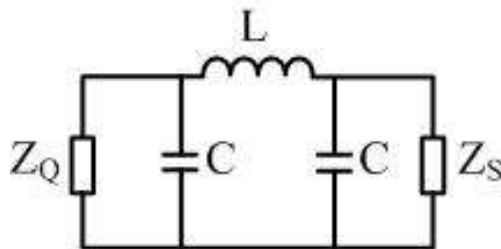

Рис. 5. Помехоподавляющий L-фильтр
8. Определить коэффициент затухания сигнала частотой  $f$  (МГц) в П-фильтре (рис. 5). Принять величину индуктивности  $L$  (мкГн), величины ёмкостей  $C$  (мкф), активные сопротивления конденсаторов и катушки индуктивности принять равным  $0,05 \text{ Ом}$ ,  $Z_Q = Z_S = 10 \text{ кОм}$ .